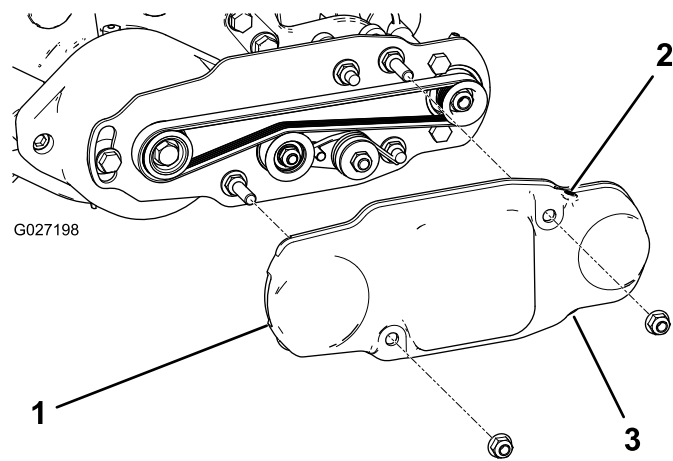

图 19
2. 将皮带罩滑动到安装螺栓上并用 2 个凸缘螺母固定皮带罩 **图 19**。